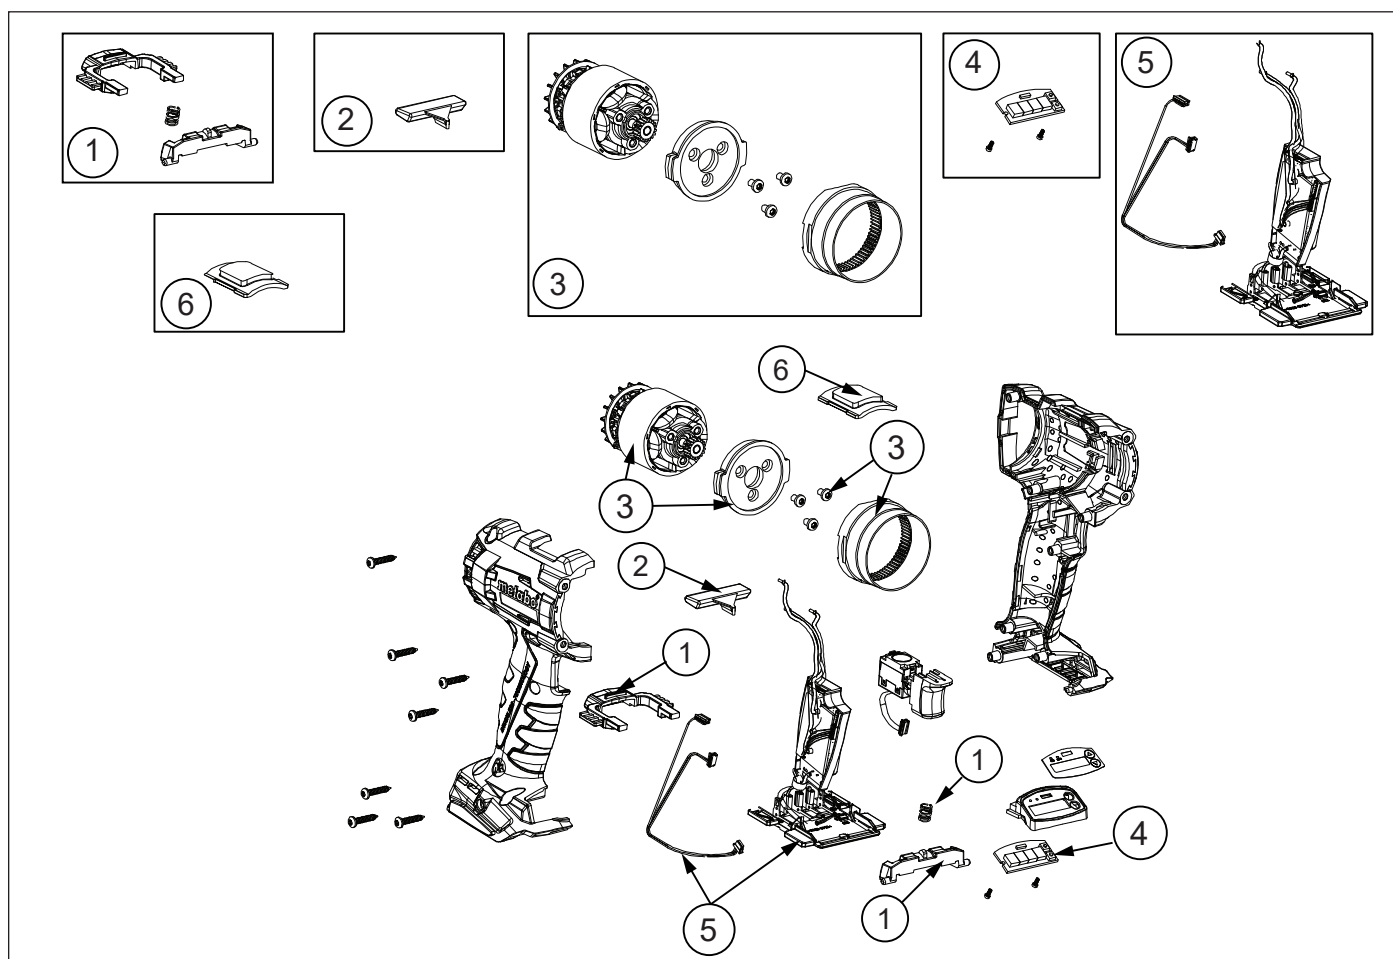

Figura 8: Kits de servicio de empuñadura BTW
9.2.2 Kits de servicio de empuñadura BTW(Figura 8)
9.3.1 Tabla de piezas (Figura 8)
9.4.1 Tabla de piezas (Figura 8)